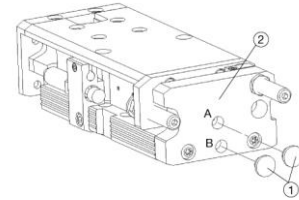

Bild 5
1. Schutzstopfen G1/8" (1) an der Endplatte (2) entfernen.
3. Pneumatikschläuche gemäss Schema anschliessen; Bild 5